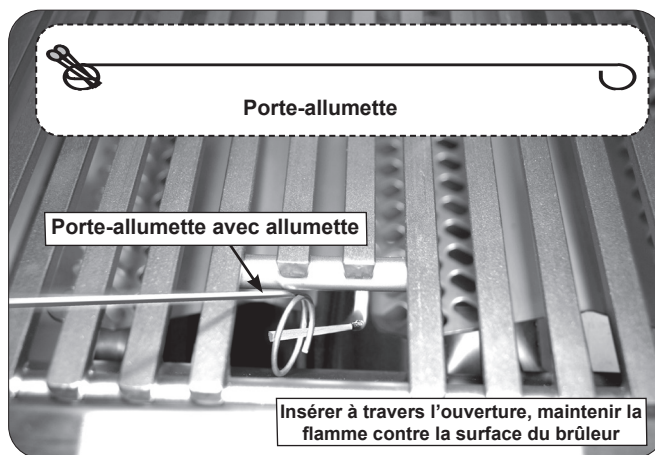

Fig. 32-2 Allumage manuel
2. Insérez soit un brûlant long baril briquet au butane, un match à longue tige de brûlure, ou une allumette en feu détenues par un titulaire d'extension de fil À travers les grilles de cuisson du brûleur (Fig. 32-2).